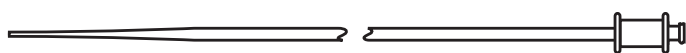

Abbildung 2
- b) zwei Dilatoren (Abb. 2) mit hydrophiler Beschichtung, die entweder dazu verwendet werden können, das Gefäß für die Aufnahme der Einführschleuse zu erweitern und/oder den Zugang zum und die Nachverfolgbarkeit der Einführschleuse im Gefäß zu erleichtern.